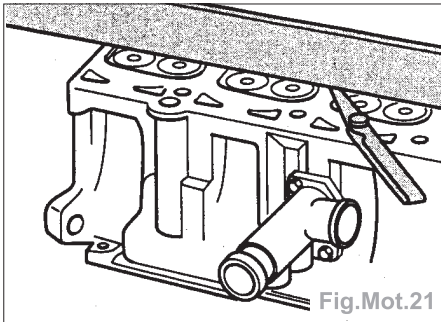

Fig.Mot.21
- les vis de culasse en respectant l'ordre (Fig.Mot.21),